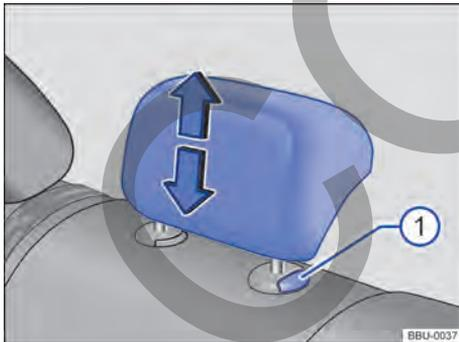

Fig. 78 Apoyacabezas central trasero: ajuste.
- Desplace el apoyacabezas hacia arriba o abajo, en el sentido de la flecha correspondiente, presionando a la vez, dado el caso, la tecla → fig. 78 Ⓛ.